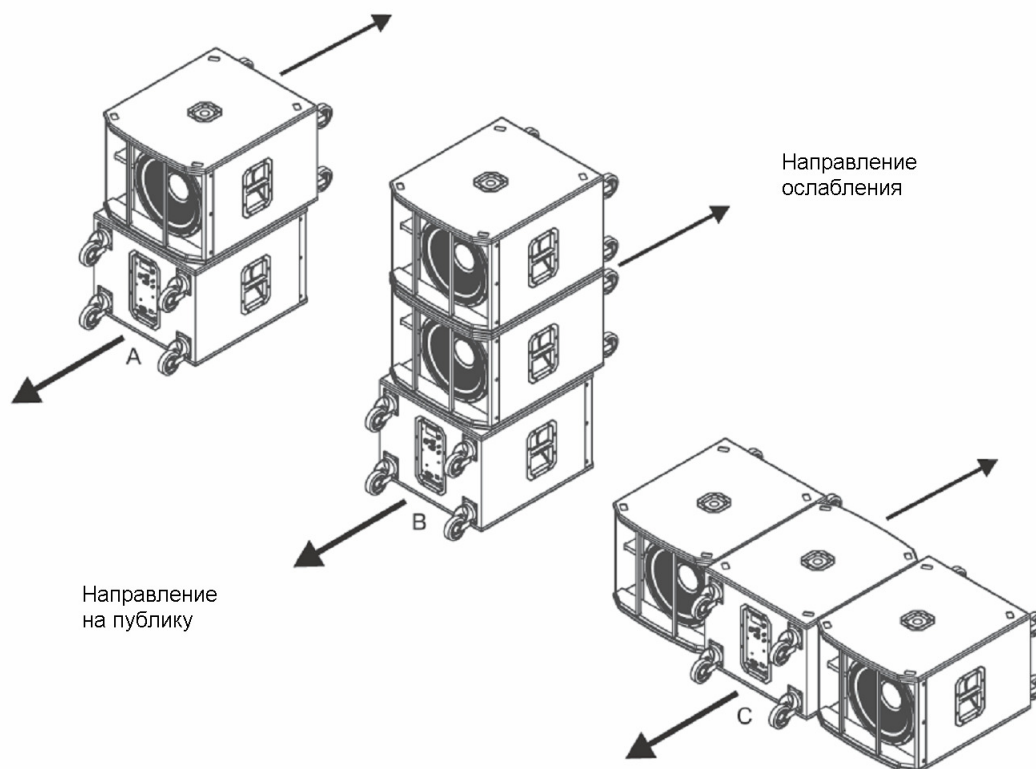

Рис. 4.18 Физическое размещение кардиоидных сабвуферов
- Сабвуферы должны физически размещаться одним из предлагаемых способов. Смотрите рис. 4.18.